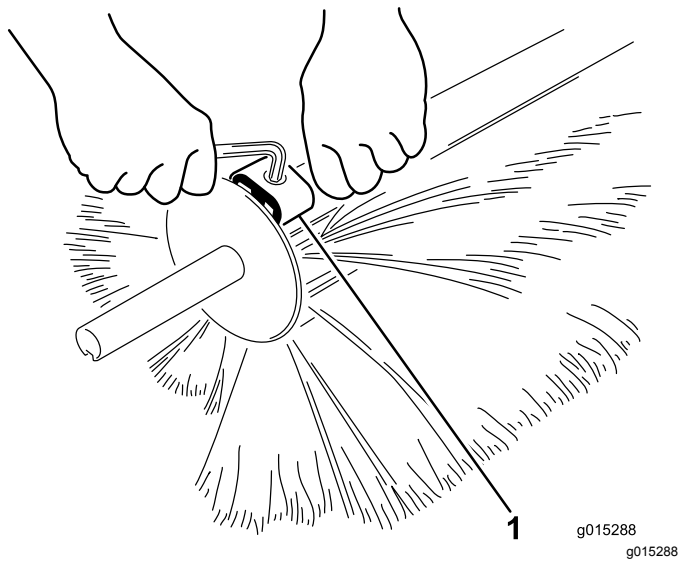

Bild 29
3. Lösen Sie die Klemmen mit einem Inbusschlüssel und nehmen Sie die Bürstenhälfte ab (**Bild 29**).